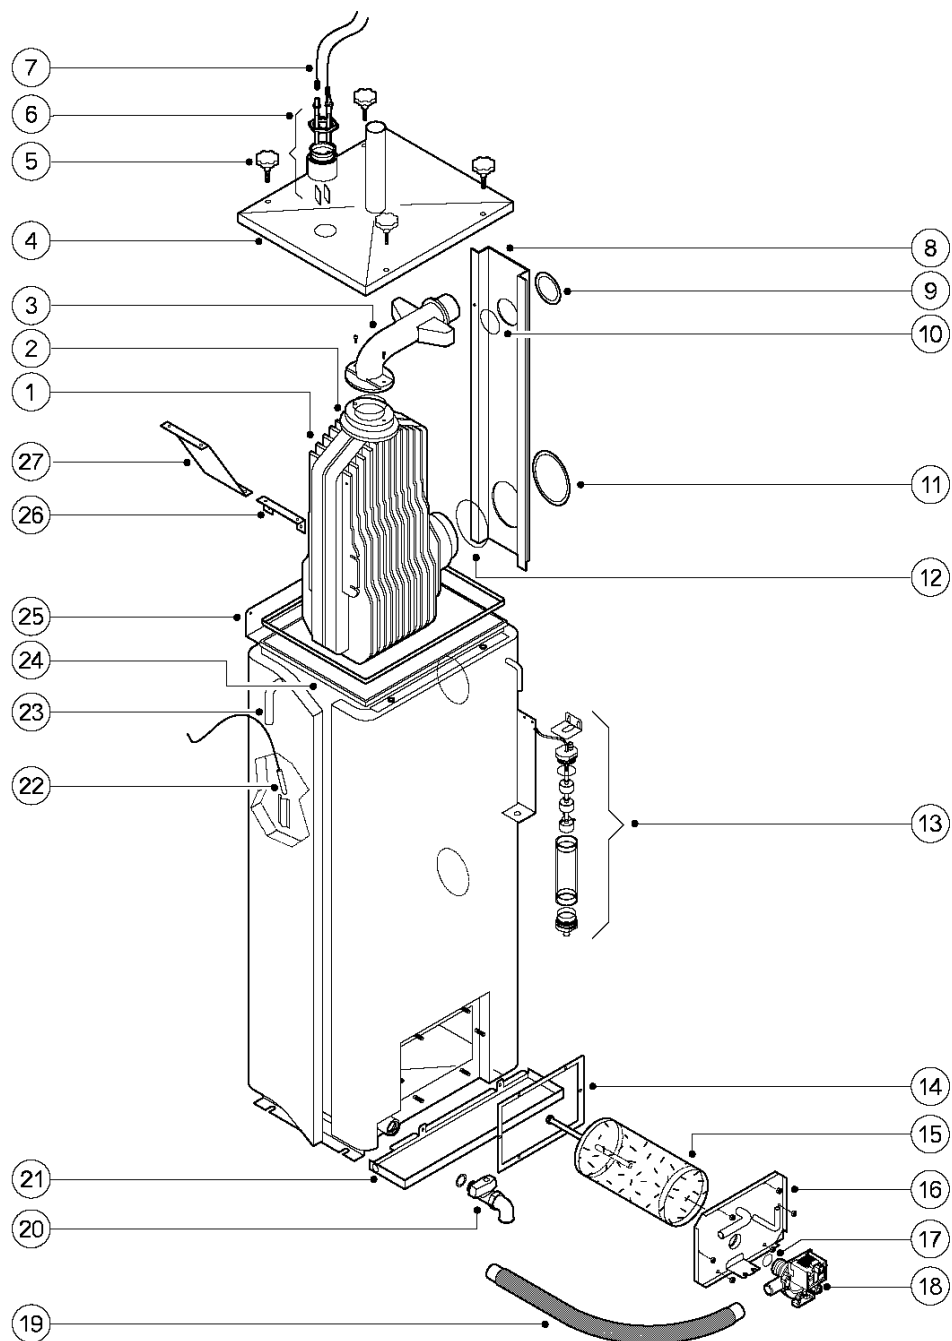

Рис. 11.4.2
Для замены теплообменника выполните действия по п. 11.1 (Рис. 11.1.1 и 11.1.2). После снятия всей секции теплообменника Н, отверните 6 винтов М6, крепящих кронштейн (поз. 8, Рис. 11.4.2) к теплообменнику (поз 1, Рис. 11.4.2) и к коленчатому патрубку (поз. 3, Рис. 11.4.2). После снятия кронштейна выверните 2 винта М6, удерживающих патрубок на теплообменнике. Снимите и замените теплообменник. Для обеспечения герметичности после каждого технического обслуживания или замены теплообменника используйте новые соответствующие уплотнительные прокладки (поз. 2, 10, 11,12, 14 на Рис. 11.4.2).
- Разъединив ленту-липучку Velcro с левой стороны цилиндра, раскройте теплоизоляцию настолько, чтобы был виден датчик NTC (поз. 22, Рис. 11.4.2);